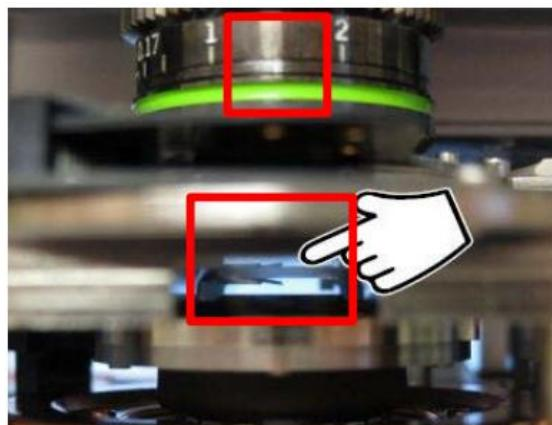

图 6-6
(3) 将 Scanner 推回初始位置, 并将其右侧的黑色把手拉下, 确认物镜的聚焦校正环 (图 6-6) 对应在 1.5 的位置, 关上隔音罩。
(4) 肉眼观察探针和样品之间的距离，并小心缓慢的旋转 AFM 主机上的旋钮，直至探针下降至样品表面 2-3mm 左右的位置。